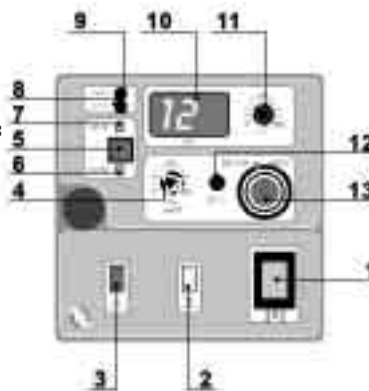

Fig. 26
10.4 - MANDOS DE LA BOMBA PB-PH (Fig.26)